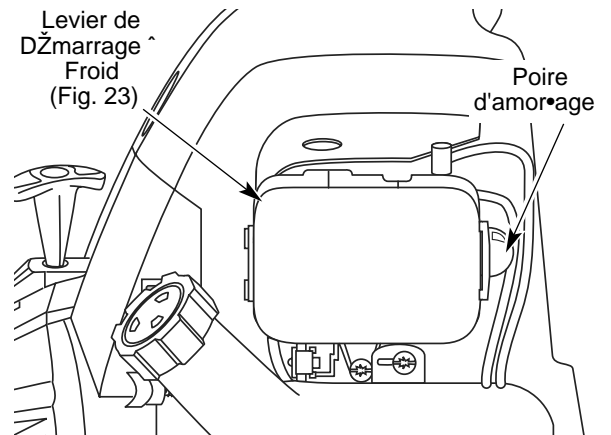

Fig. 21
3. Pressez et relâchez la poire d'amorçage 10 reprises, lentement. Une certaine quantité de carburant devrait être visible dans la poire d'amorçage et les conduites de carburant (Fig. 21). Si vous n'apercevez pas de carburant dans la poire, pressez et relâchez la poire autant de fois que nécessaire jusqu'à ce que vous aperceviez du carburant dans cette dernière.